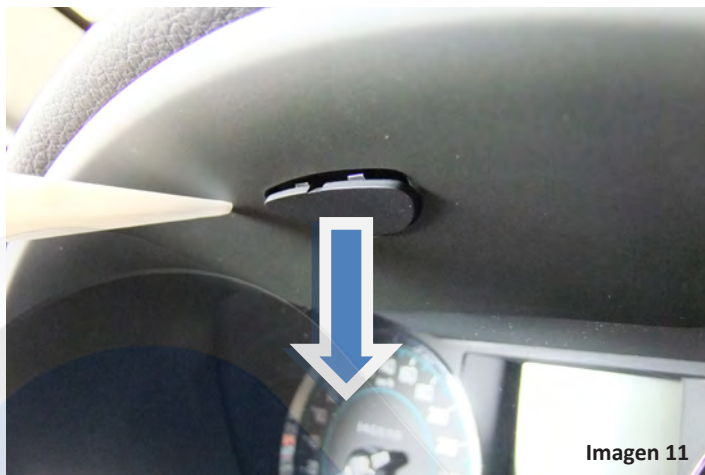

Imagen 11
6.a. Desmontar la tapa central superior del embellecedor y extraer el tornillo (destornillador Phillips) (imagen 11).